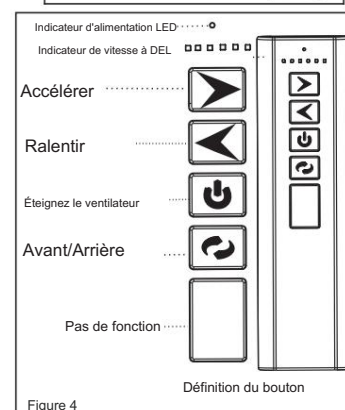

Figure 4
4. Les boutons de la télécommande contrôlent la vitesse du ventilateur et la lumière comme suit. (Fig. 4)